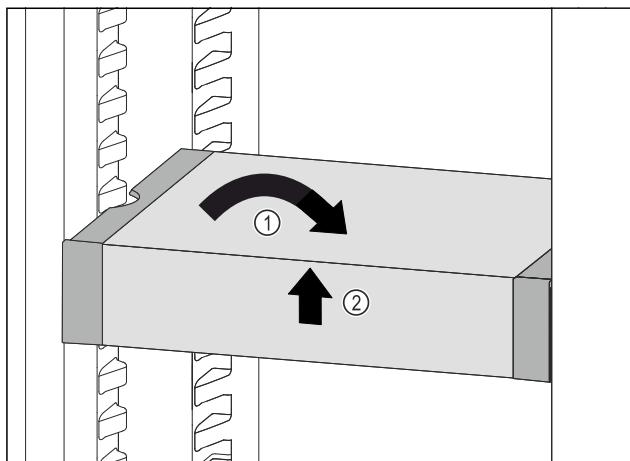

Fig. 152
- ▶ Remettre le VarioSafe droit. *Fig. 152 (1)*
- ▶ Soulever la partie avant du VarioSafe. *Fig. 152 (2)*